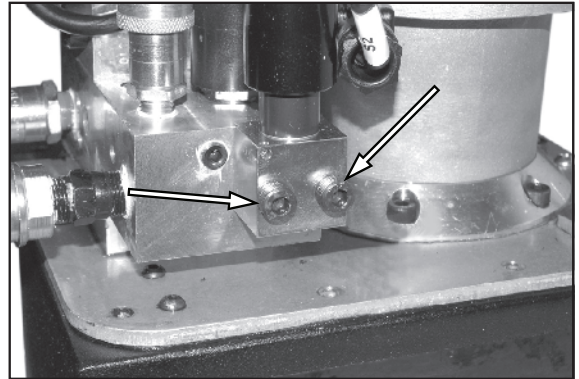

Figura 36.
2. Veja a Figura 36. Remova os dois parafusos da válvula limitadora de pressão e a válvula.